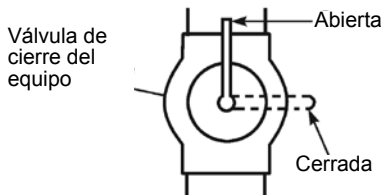

Fig. 21: válvula de cierre del equipo
1. Abra la válvula de cierre del equipo (consulte la Fig. 21).